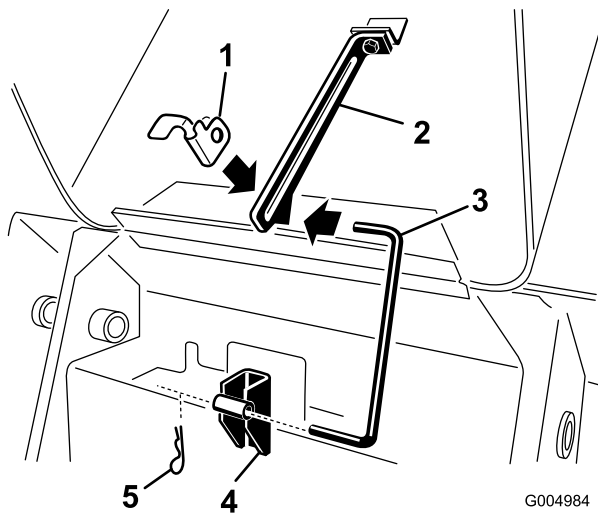

Рисунок 41
3. Вытащите пшпильку из нижнего конца опорной стойки капота, и освободите опорную стойку от упорных кронштейнов и лапки опорной стойки (Рисунок 41).
- Вставьте опорную стойку в упорные кронштейны и лапку опорной стойки и закрепите шпилькой (Рисунок 41).